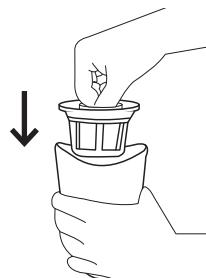

Figure 9
6. Réassembliez les éléments dans le réservoir (Fig. 9).